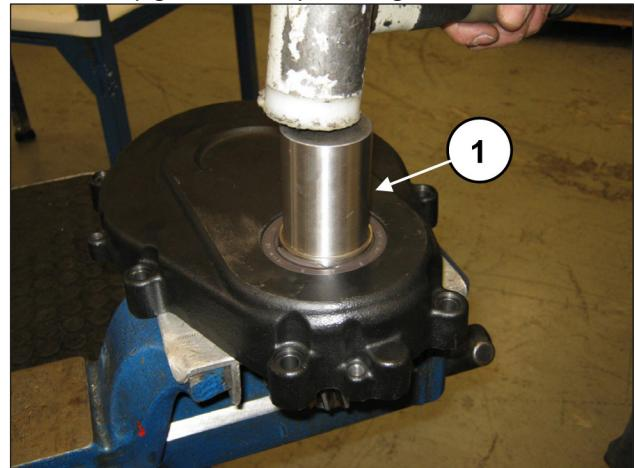

Fig. 8
Separare il pignone dal coperchio agendo mediante mazza battente sul pignone stesso (pos. ①, Fig. 8).